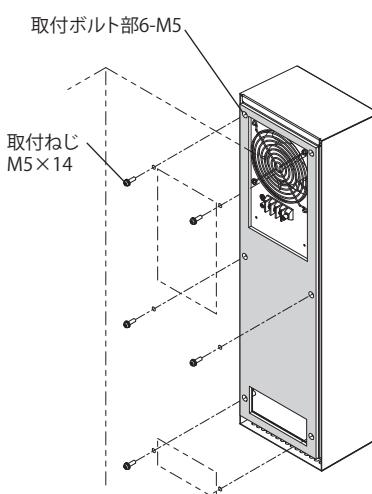

図 3
- 付属の取付ねじ M5×14 にて、キャビネットへ確実に固定してください。(図 3)